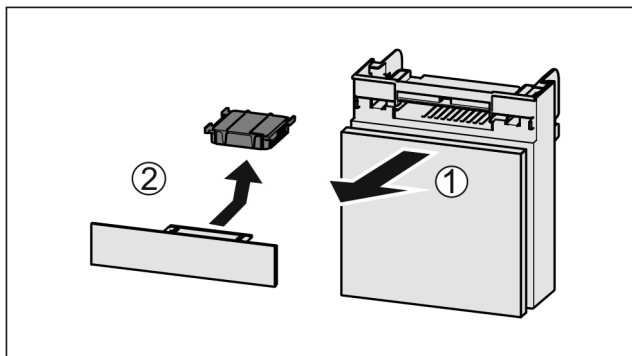

Fig. 144
- Fach nach vorne herausziehen Fig. 144 (1).
- Aktivkohlefilter entnehmen Fig. 144 (2).